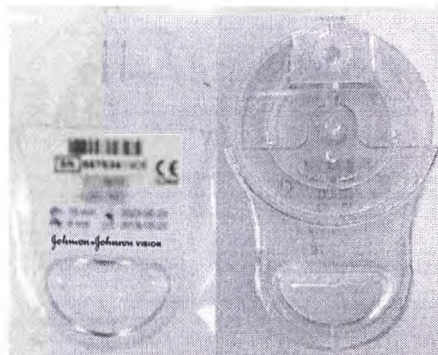

Рисунок 3: Линза интраокулярная акриловая TECNIS® 1-piece ZCB00 в комплекте с контейнером
3. Возьмите линзу пинцетом за оптический край, при этом она обязательно должна быть повернута передней стороной вверх. На картридже изображена схема ИОЛ, указывающая правильную ориентацию (рис. 3 – Fig. 3: а Схема ИОЛ). Не берите линзу за задний гаптический элемент.
1. Вставьте картридж в инжектор так, чтобы схема ИОЛ и козырек были направлены вверх, а скос головки картриджа – вниз (рис. 3 – Fig. 3: а. Схема ИОЛ, б. Козырек, с. Головка картриджа). Сначала введите головку, при этом картридж должен войти в соответствующие пазы инжектора (рис. 10 – Fig. 10: а. Паз для картриджа). Затем сильно нажмите на задний край картриджа, чтобы он со щелчком встал на свое место в инжекторе (рис. 11) (Fig. 11). Обе стороны картриджа должны защелкнуться. Если после введения кончик стержня соприкасается с картриджем, значит картридж вставлен неправильно. Отведите стержень назад и убедитесь в том, что картридж полностью защелкнулся в инжекторе, прежде чем продолжать работу.